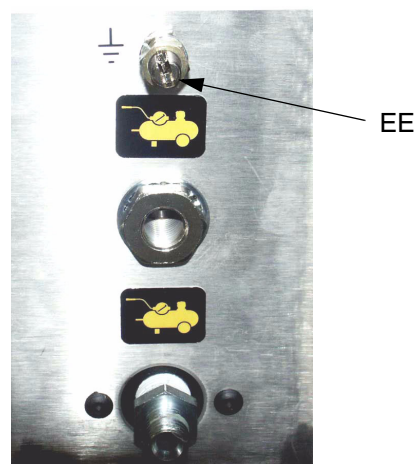

図 . 24
壁面取付液体パネル接地ラグ (EE) から直大地アースへ接地ワイヤを接続します。図 . 24。